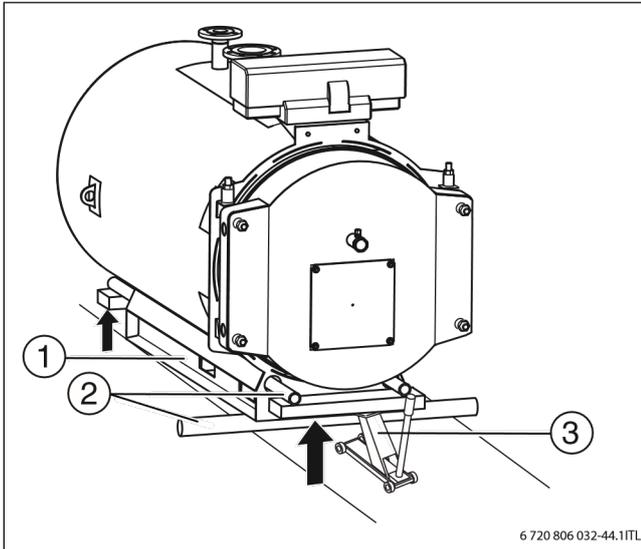

Рисунок 9 Перемещение котла перекачиванием на трубах
- ▶ Уложите трубы (→Рисунок 9, [2]).